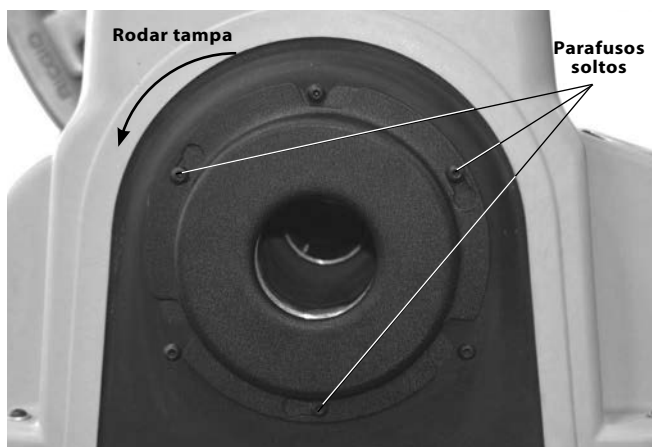

Figura 25A – Retirar tampa traseira
- a. Certifique-se de que o interruptor REV/OFF/FOR (2/0/1) está na posição OFF (0) e o cabo está desligado da tomada.
- b. Retire a tampa traseira. Afrouxe os parafusos da tampa e rode a tampa para a retirar (Figura 25A).